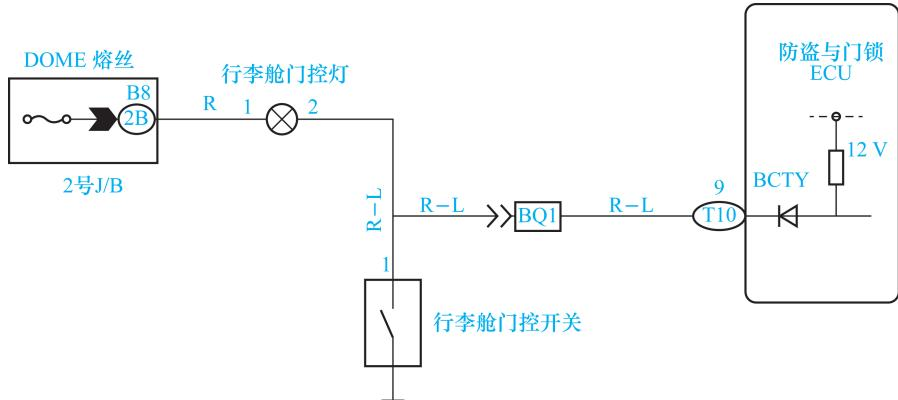

图 1-12 凌志汽车行李舱门控灯开关电路
b. 开关给电控单元提供信号并同时控制用电器的工作。如图 1-12 所示为凌志汽车行李舱门控灯开关电路，从图中可以看出，电控单元的接线端子 9 与行李舱门控开关及用电器连接，接线端子 9 的内部为信号接收电路。当行李舱门控开关闭合时，接线端子 9 的电压为 0；当行李舱门控开关断开时，接线端子 9 的电压为 12V。该电路为行李舱门控开关向电控单元接线端子 9 提供行李舱门开闭信号，并同时控制行李舱的门控灯工作。